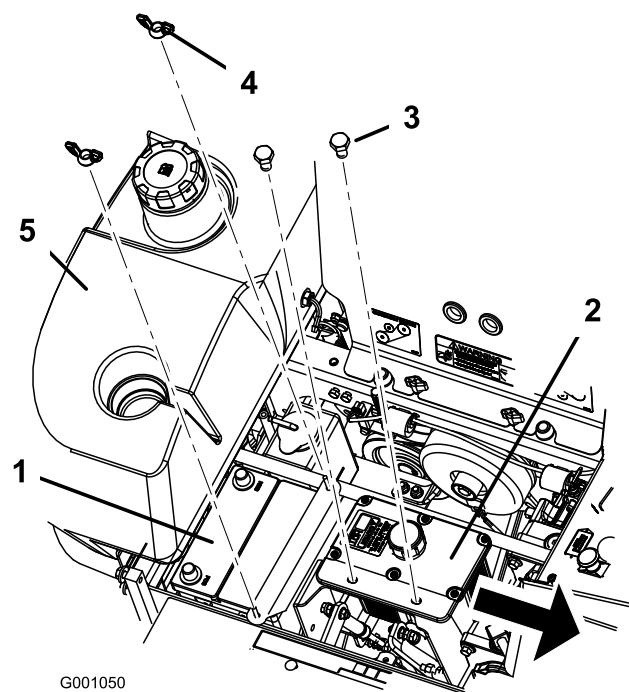

Figura 53
1. Posizionate la batteria nel vassoio, con i poli in posizione opposta al serbatoio idraulico (Figura 53).
6. Fissate la batteria con bulloni a J, il morsetto fissatore e due rondelle (1/4 poll.) e due dadi ad alette (1/4 poll.) (Figura 53).